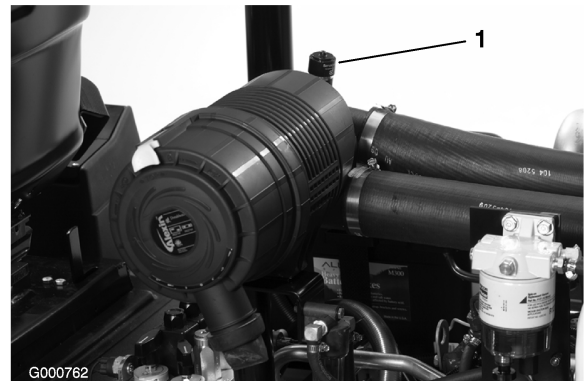

図 38
エア・クリーナの整備はインジケータ (図 38) が赤色になってから行ってください。早めに整備を行っても意味がありません。むしろフィルタを外したときにエンジン内部に異物を入れてしまう危険が大きくなります。
6. インジケータ (図 38) が赤になっている場合はリセットする。